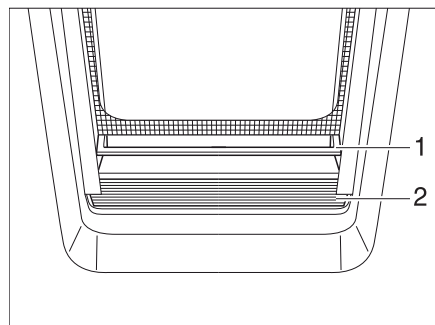

Fig. 29 Dispositif occultant plissé
- Saisir le dispositif occultant plissé (Fig. 29,2) au centre du rebord de saisie (Fig. 29,1), tirer de bas en haut et relâcher à la hauteur désirée. Le dispositif occultant plissé reste alors à cette hauteur.